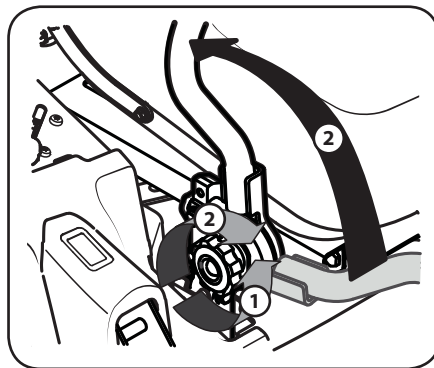

Figure 2-2
1. Desserrez le bouton de réglage situé sur le côté de chaque barre de conduite. Voir Figure 2-2.
2. Levez la barre de conduite vers la position désirée et serrez bien le bouton pour la fixer. Voir Figure 2-2.